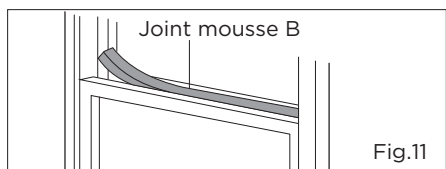

Fig.11
7. Coupez le joint mousse à la longueur appropriée et placez-le sur l'espace ouvert entre le châssis de la fenêtre supérieure et le châssis de la fenêtre extérieure, comme indiqué à la figure 11.